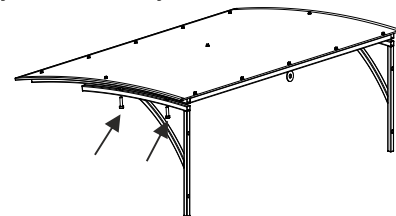

Рис. 5
9. Возьмите один кронштейн и закрепите его с помощью болтов к рамке. В данном случае рекомендуется затянуть болты посильнее. *Рис. 5.*